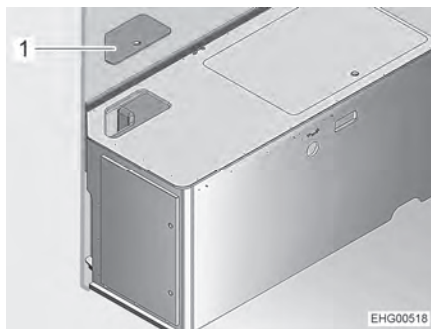

Bild 124 Sänglåda vänster
- Ta av servicelucka (Bild 124,1).